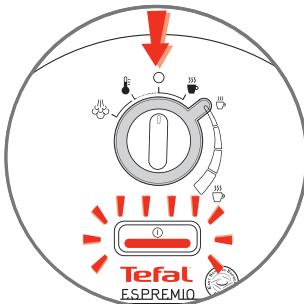

fig.2
- Le voyant de température clignote puis reste fixe. L'appareil est prêt pour l'utilisation (fig. 2).